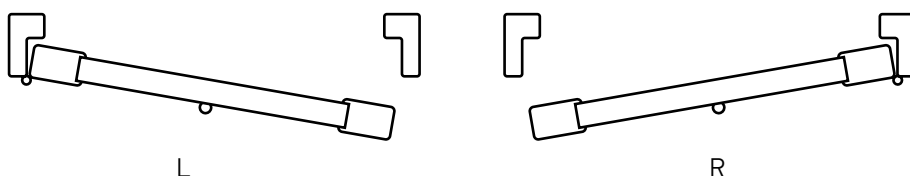

Рис. 20
7.1 Левое открытие обозначается как L, правое открытие обозначается как R (Рис. 20)